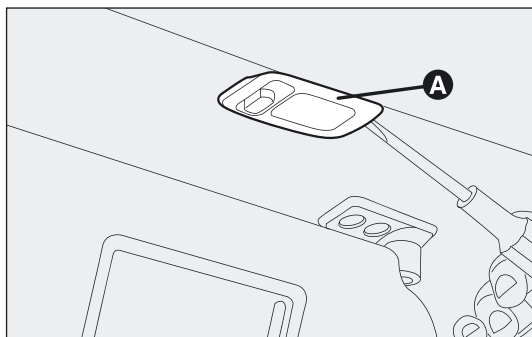

fig. 184
**VERLICHTING ZONNEKLEPSPIEGEL fig. 184**
- ☐ maak de lichtunit A-fig. 184 op het door de pijl aangegeven punt los;